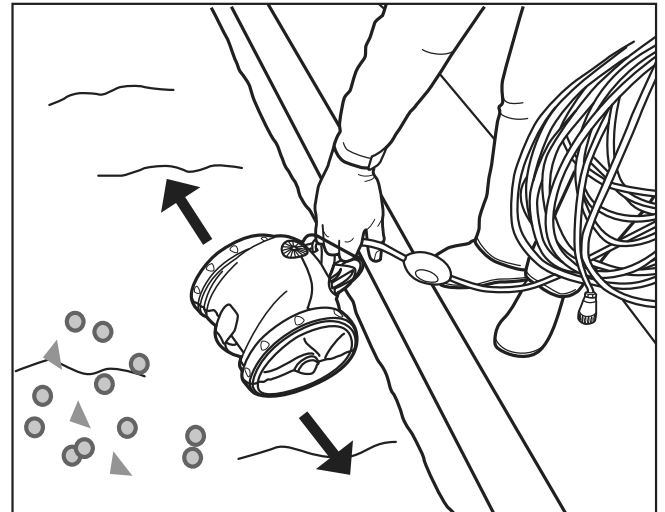

Figura 4. Sumerja el limpiador verticalmente
1. Mientras toma el limpiador por el mango, sumérjalo en la piscina y elimine el aire atrapado en el interior, manteniendo la unidad en forma vertical. Asegúrese de que el limpiador se hunda hasta el fondo de la piscina. Consulte la Figura 4.